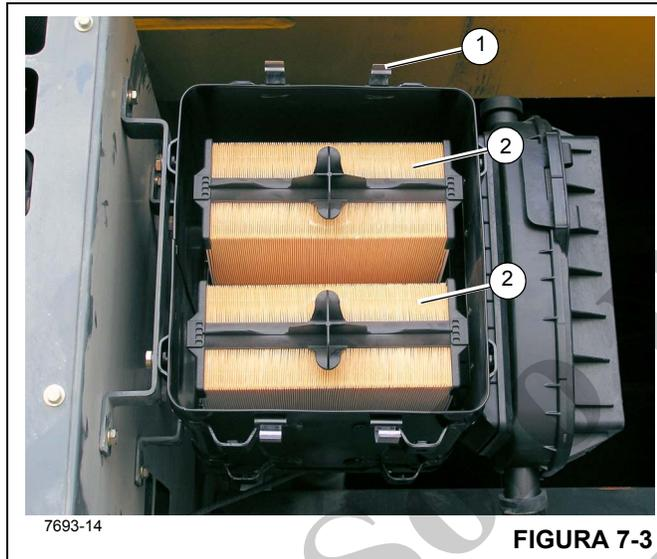

FIGURA 7-3
El sistema de admisión de aire (Figura 7-3) regula la calidad y cantidad del aire disponible para la combustión. El sistema se compone del filtro de aire, turboalimentador, enfriador de aire de carga y culata. El aire admitido se aspira a través del filtro de aire, se comprime y se calienta en el lado del compresor del turboalimentador. El aire se empuja a través del enfriador de aire de carga y se envía al múltiple de admisión. El aire admitido se enfría para aumentar la eficiencia de la combustión, reducir el consumo de combustible y aumentar la potencia del motor. El aire se fuerza hacia el interior de la culata para llenar las lumbreras de admisión. El flujo del aire de la lumbrera de admisión al cilindro es regulado por las válvulas de admisión.
1. Levante las pinzas (1) (Figura 7-3) que aseguran la cubierta del cuerpo del filtro de aire y retire la cubierta.